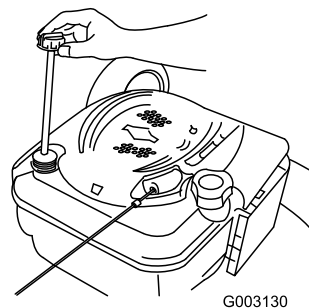

Рисунок 37
2. Извлеките масломерный щуп (Рисунок 37).